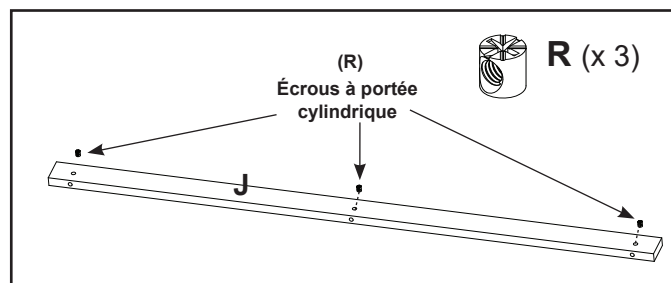

Figure 26
- Installez trois (3) écrous à portée cylindrique (R) dans la pièce « J » en tenant compte du sens des flèches tel qu'indiqué à la page 2 et sur la Figure 26.